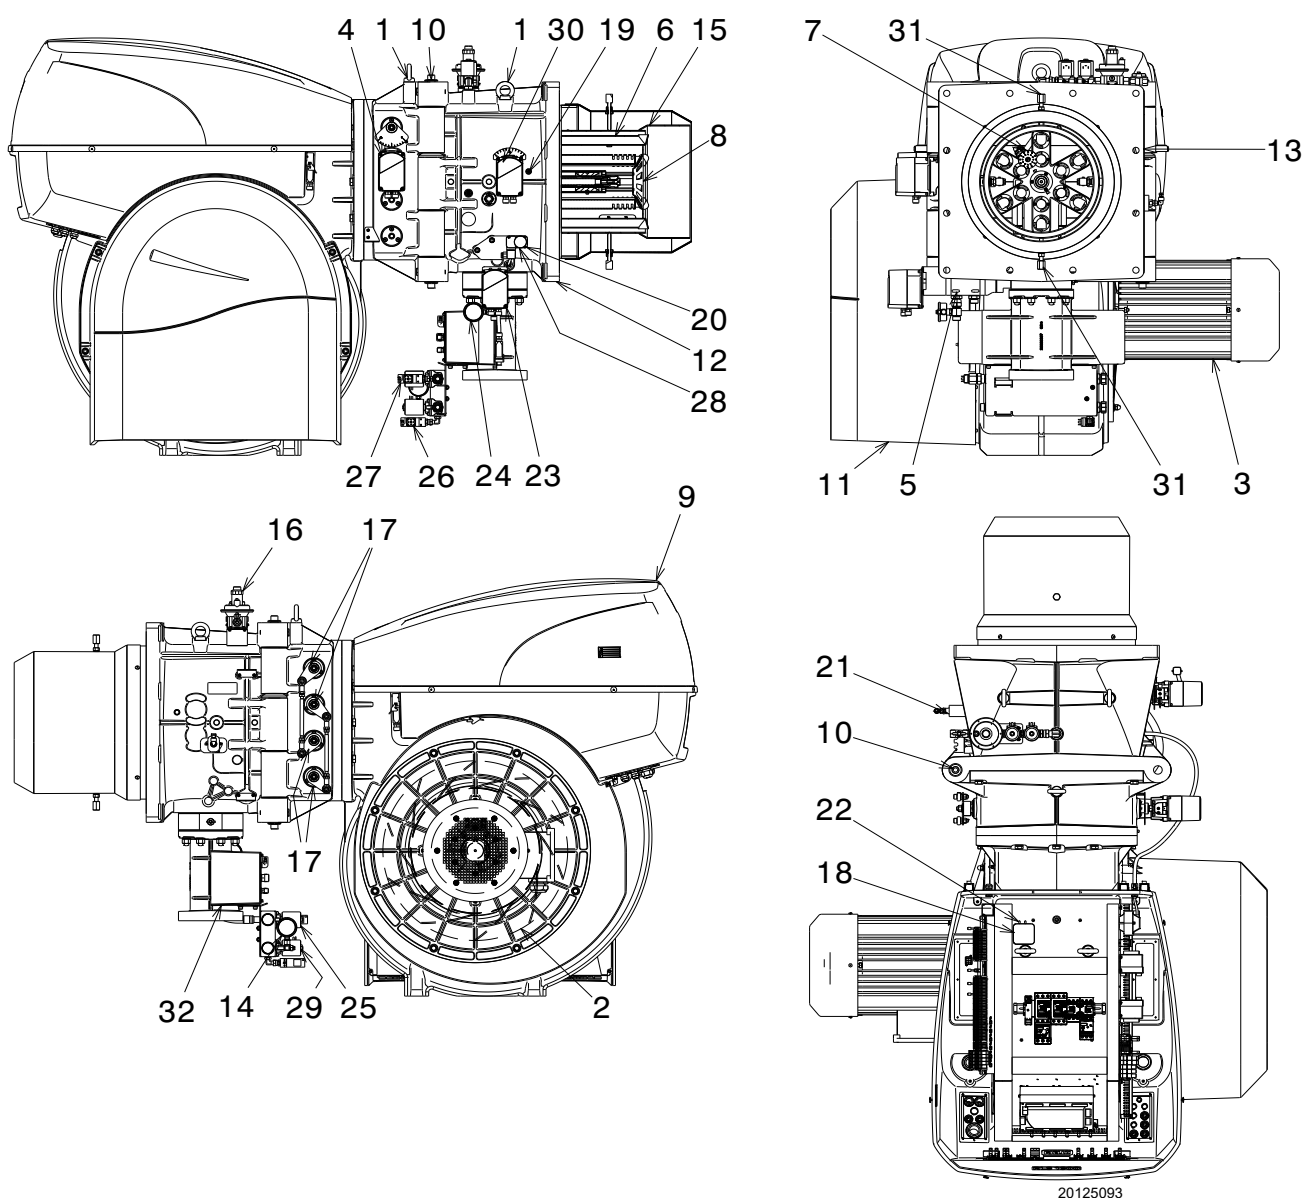

Abb. 5
- (1) Referenzbedingungen: Raumtemperatur 20°C - Gastemperatur 15°C - Barometrischer Druck 1013 mbar - Höhe 0 m ü.d.M.
(2) Druck am Anschluss 28)(Abb. 5) bei Druck Null in Brennkammer und bei Höchstleistung des Brenners.
(3) Die Brenner werden werkseitig für den FS1-Betrieb eingestellt (1 Stopp alle 24 Stunden), können aber auch auf FS2 Betrieb umgeschaltet werden (Dauerbetrieb - 1 Stopp alle 72 Stunden), dazu müssen die Parameter des AZL-Displays verändert werden.
(4) Schalldruck gemessen im Verbrennungslabor des Herstellers bei laufendem Brenner am Prüfkessel, bei Höchstleistung. Die Schalleistung wird mit der von der Norm EN 15036 vorgesehenen "Free Field" Methode und mit einer Messgenauigkeit "Accuracy: Category 3", wie von der Norm EN ISO 3746 vorgesehen, gemessen.